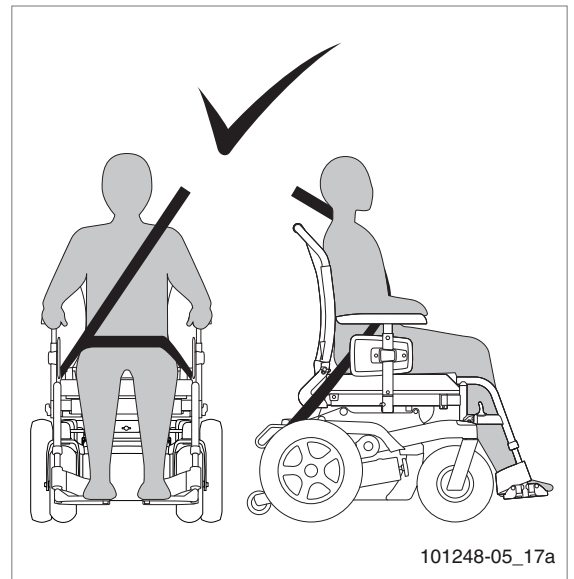

Abbildung 18
- Positionieren Sie den Gurt über die Hüfte so straff wie möglich in einem Winkel zwischen 30° und 75° an. Der andere Teil des Gurts wird so angebracht, dass er über Brust und Schulter liegt (Abbildung 18).